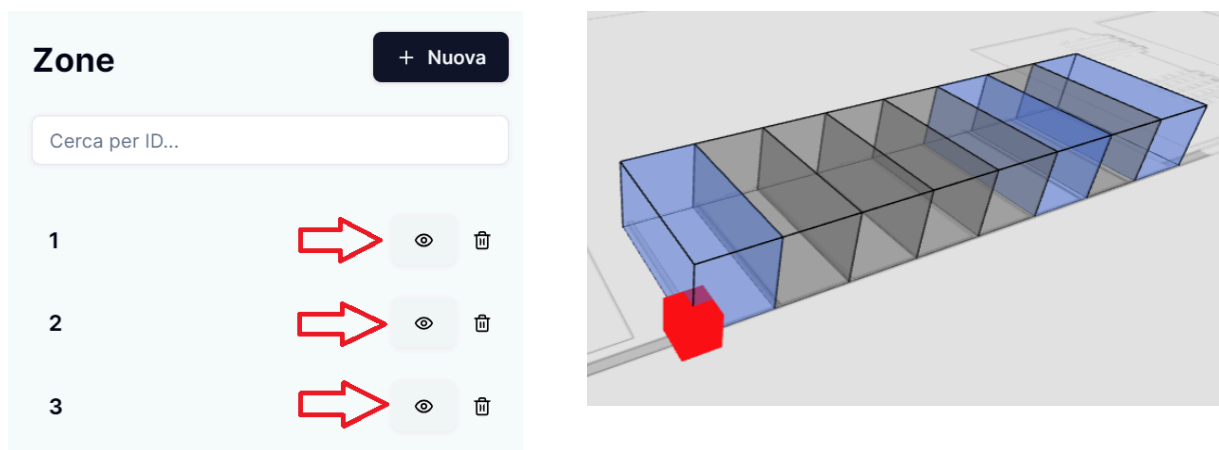

Figura 10: Pulsante “occhio” per l’ispezione zona (sinistra) e cubo utile all’interazione con una zona (destra)
- il pulsante contenente l’icona raffigurante un occhio (Figura 10 (sinistra)) presente nella lista delle zone (Sezione 3.4.1) nella riga corrispondente alla zona da ispezionare;
- il cubo rosso presente nell’angolo in basso a sinistra rispetto alla zona, visibile nel caso in cui il cursore del mouse sia sovrapposto a tale zona (Figura 10 (destra)). Per eseguire l’ispezione, tale cubo deve essere premuto con un doppio click del tasto sinistro del mouse.